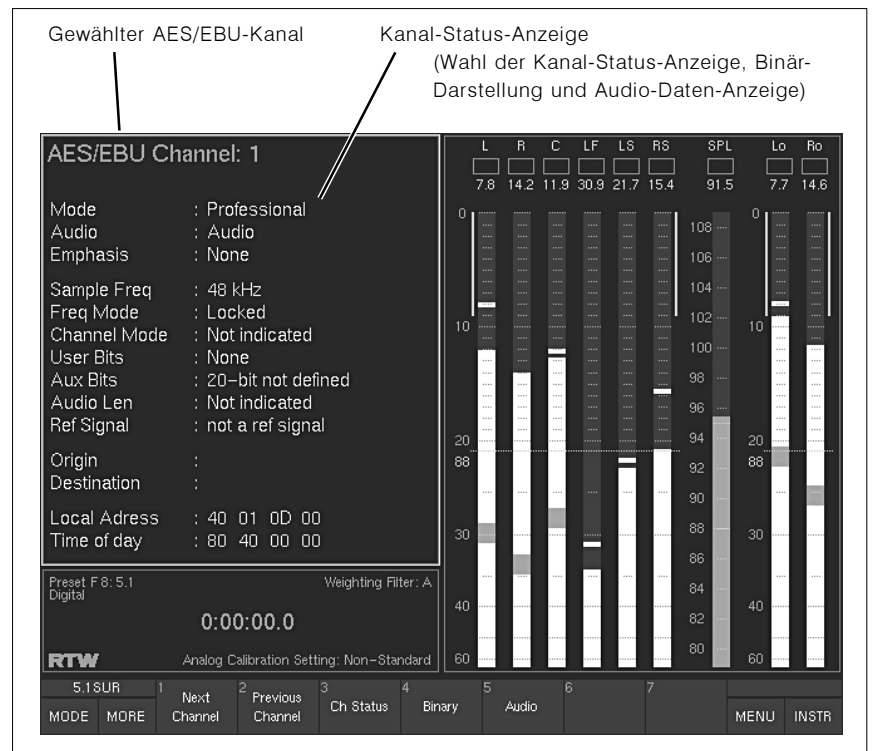

Bild 5-35: Der AES/EBU-Kanal-Statusmonitor („AES/EBU STATUS“)
- **„Next Channel“** (nächster) und **„Previous Channel“** (vorheriger Kanal) (Schaltflächen/Tasten 1 und 2, siehe Bild 5-35)
- **„Ch Status“** (Kanal-Status) (Schaltfläche/Taste 3, siehe Bild 5-35 – Toggle-Funktion mit **„Binary“**)
(Schaltfläche/Taste 4, siehe Bild 5-35 – Toggle-Funktion mit **„Ch Status“**)
(Schaltfläche/Taste 5, siehe Bild 5-35)